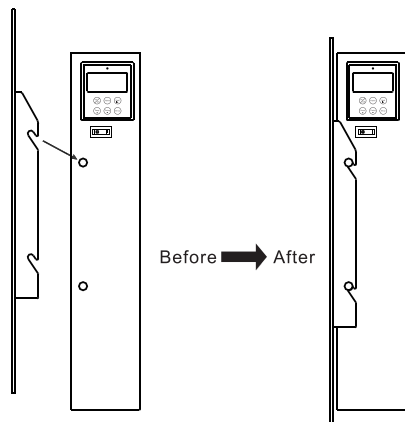

Figura 3, izquierda antes y derecha después.
1. Cuelgue con cuidado la delantera de vidrio a los ganchos en los lados de la chimenea. Ver Figura 3.